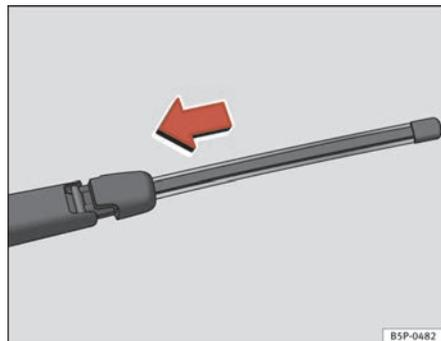

Fig. 180 Colocar la escobilla de limpiaventana
- Sitúe la escobilla, tal como se indica en la ⇒ fig. 180 y deslice el adaptador hasta que encastre.